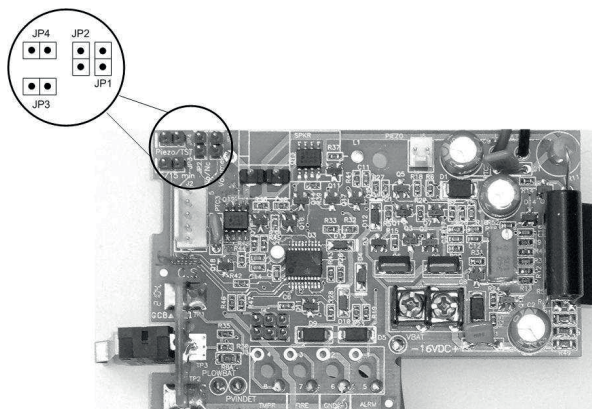

Figura 4: Impostazione dei ponticelli sulla scheda principale
- 2) Individuare la scheda principale e identificare i ponticelli da impostare, seguendo la Figura 4 e la Tabella 1.